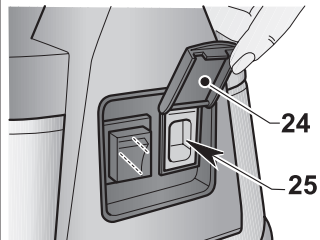

Fig. 11
- Soulevez le couvercle (24 Fig. 11).
- Connectez la brosse électrique a la sortie (25 Fig. 11) présente en haut de l'aspirateur (maximale 200 W).